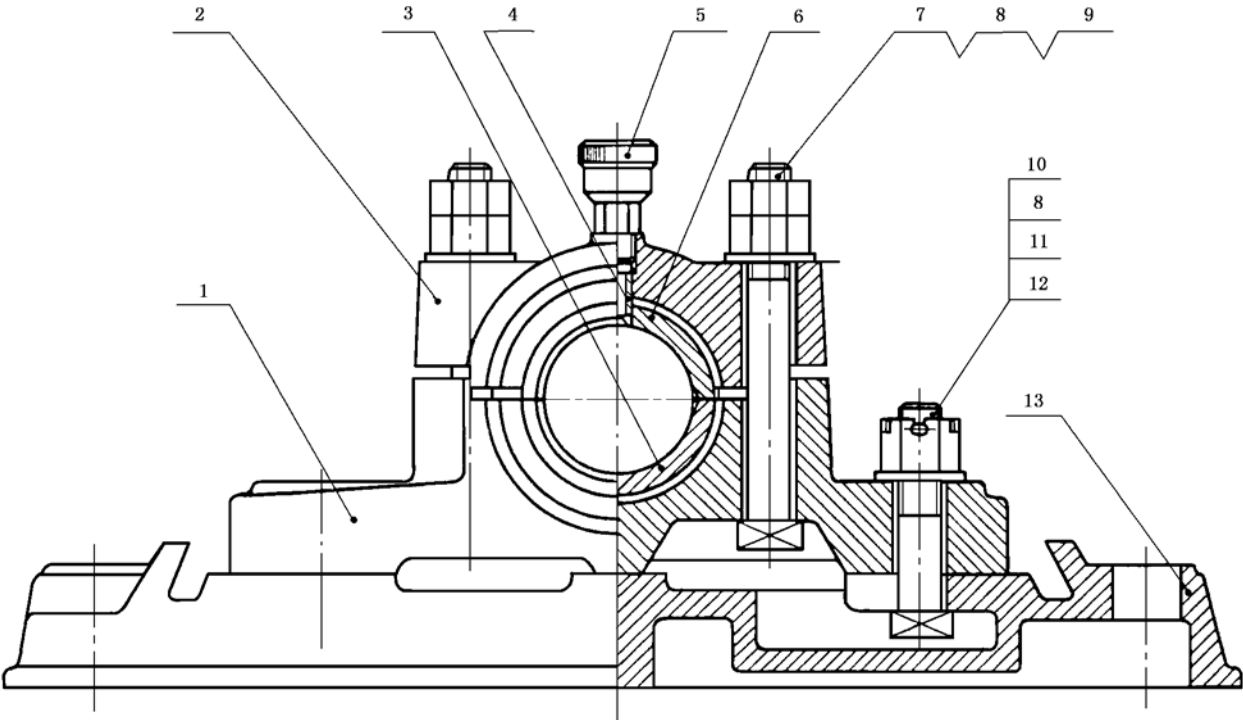

图 4 装配图中序号的排列
4.5.1 按顺时针或逆时针方向顺次排列, 在整个图上无法连续时, 可只在每个水平或竖直方向顺次排列, 见图 4。